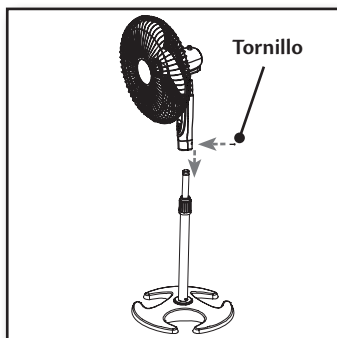

Figura 9.
- Deslice el conjunto del ventilador sobre el poste telescópico de la base hasta que se apoye sobre la parte superior del poste. **Figura 9.**